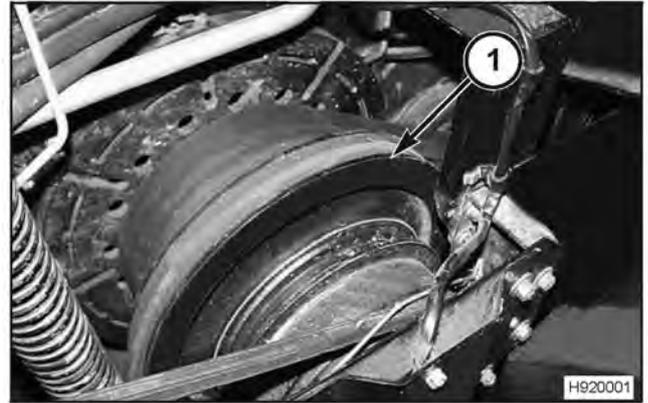

FIG. 202
FIG. 202: Una doble guía en la polea de mando del ventilador (1) montada sobre el extremo derecho del eje del batidor delantero proporciona 2 rango de velocidades standard para el ventilador de limpieza. Para modificar el rango de velocidad, mover la correa de un canal al otro y recolocar las poleas superior e intermedia sobre el brazo soporte.